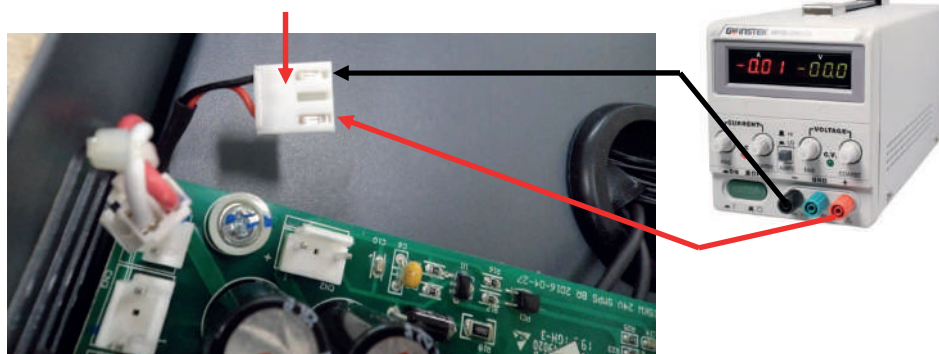

Рис.4.15
- 4.10.16. Поочерёдно, к свободному разъёму провода питания каждого вентилятора присоединить провода от внешнего источника питания (4.4.6), соблюдая полярность (рис.4.15). Подать напряжение 24В от источника питания и контролировать работу каждого вентилятора.